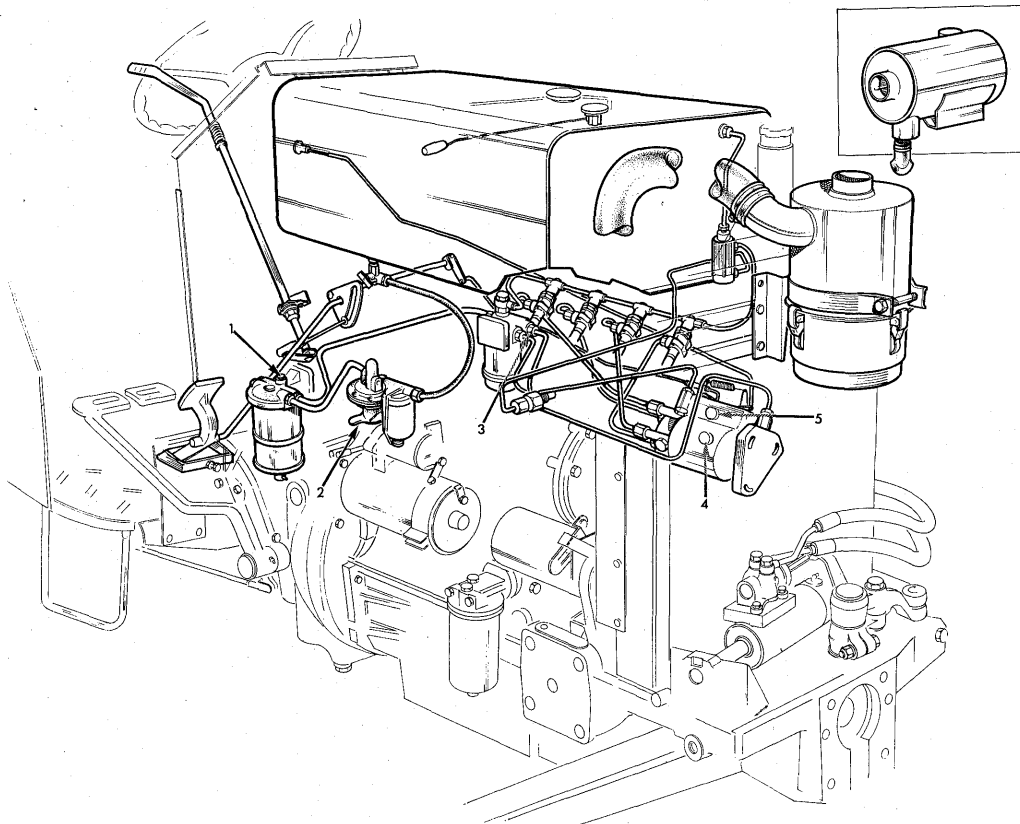

Fig.16. Brændstofsystems udluftningsskruer m.v.
1. Løsn udluftningsskruen (1) (fig. 16) på det primære filter og pump med fødepumpens håndgreb (2), indtil det brændstof der kommer ud ved (1) er helt frit for luftbobler.
2. Luk udluftningsskruen (1).
3. Løsn afgangstilslutningen (3) på det sekundære filter og pump igen til luftfrit brændstof kommer ud ved tilslutningen.
4. Løsn den nederste udluftningsskrue (4) på indsprøjtningssumpen og pump som før.
5. Luk den nederste udluftningsskrue (4), åbn den øverste (5) og gentag operationen.
6. Luk også den øverste skrue (5).